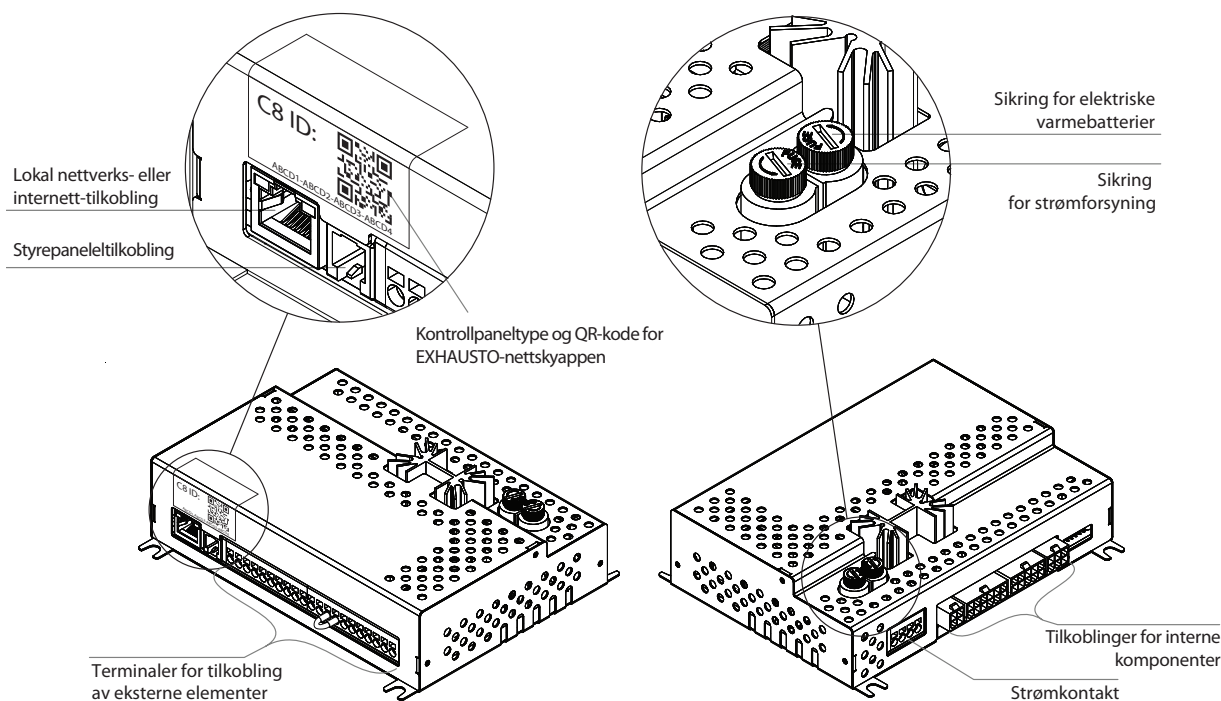

Fig. 9. C8-kontrollerens hovedkort
Det anbefales at kontrollpanelets ledning trekkes slik at den ikke er i nærheten av strømførende ledninger. Kabelen kan føres gjennom hullene bak eller under kontrollpanelet (følg installasjonsanvisningene som fulgte med kontrollpanelet). Ledningen til C8-hovedkort er koblet til et dedikert inngang (RJ9-kontakt, se fig. 9) eller terminaler for tilkobling av eksterne elementer.
Aggregatet kan kontrolleres ikke bare av kontrollpanelet, men også av en datamaskin eller smarttelefon. I slike tilfeller må luftbehandlingsenheten kobles til et lokalt datanettverk eller til Internett. Enheten kontrolleres av en datamaskin ved hjelp av en nettleser, eller av en smarttelefon med appen EXHAUSTO VX50 Connect. Aggregatet er koblet til datanettverket med en CAT5-kabel (RJ45-kontakt, se fig. 9). Kablens totale lengde mellom enheten og nettverksruterens må ikke overstige 100 m.
- Den enkleste måten å administrere aggregatet over internett på er å bruke en smarttelefon med EXHAUSTO VX50 Connect-appen. Start appen på telefonen din (telefonen må ha internett-tilgang). Når du kobler til for første gang, ber appen deg om å skanne QR-koden foran på kontrollkortet (se fig. 9). Når du skanner koden vil appen automatisk etablere tilkoblingen til aggregatet (du finner mer informasjon om EXHAUSTO VX50 Connect-appen i "Brukerveiledning for VX50").